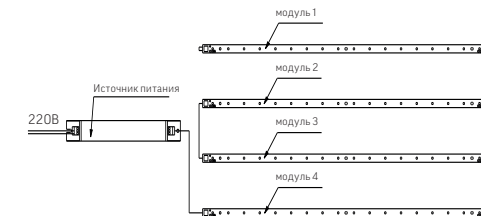

Рисунок 1. Подключение светильника к сети электропитания.
- ▶ Предварительно отключив питающую сеть, подключите светильник к сети AC176-264V через клеммные колодки на источнике питания, в соответствии с маркировкой. См. Рисунок 1;
- ▶ Предварительно отключив питающую сеть, подключите светильник к сети 220V через клеммные колодки на источнике питания, в соответствии с маркировкой. См. Рисунок 1;
- Предварительно обесточив провод, подключите источник питания светильника к сети 220V через клемные колодки в соответствии с маркировкой. См. Рисунок 1;